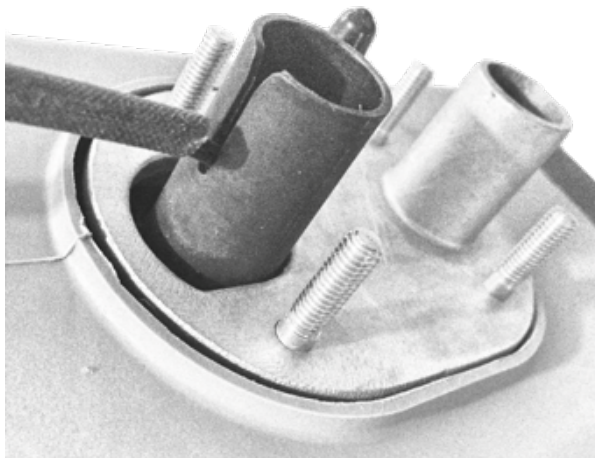

Fig. 40
- ☐ Begradigen Sie die Leitungen (zwei schwarze 0,6mm² Litzen mit Schutz-schlauch) und führen Sie sie durch den Längsschlitz des Brennlufteinlaß-stutzens (Fig. 40.)